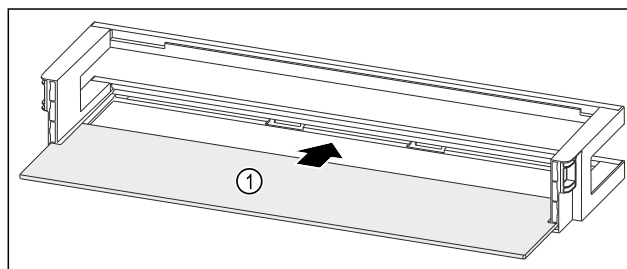

Fig. 253 Balconcino controporta con ripiano
- Inserire il ripiano Fig. 253 (1) negli incavi laterali.